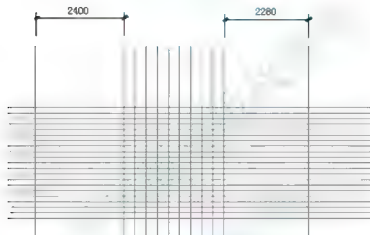

图 4.103 偏移构造线
(5) 将第一条垂直构造线向左偏移2400mm,将最后一条垂直构造线向右偏移2280mm,结果如图4.103所示。2400mm为走道的宽度2100mm和缓冲平台的宽度300mm之和,2280mm为楼梯休息平台的宽度。